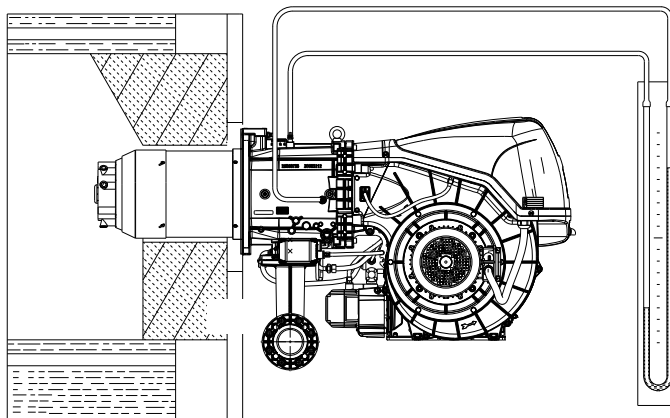

Fig. 31
- Monter un manomètre en U ou un manomètre de type différentiel (Fig. 31), avec prise (+) sur la pression du gaz du manchon et (-) dans la chambre de combustion. Il sert à mesurer approximativement la puissance MAX. du brûleur, à l'aide du Tab. Q à la page 32.
L'arrivée de gaz au manchon est mise en évidence sur le manomètre en U (Fig. 31).